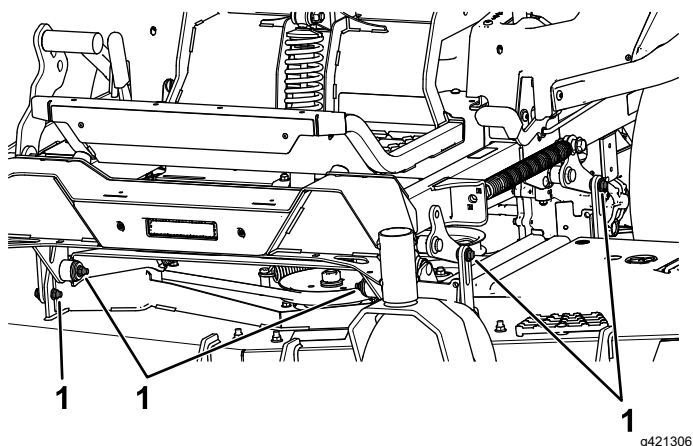

Figure 86
7. Enlevez et conservez les boulons et écrous de chaque côté de la machine (Figure 86).